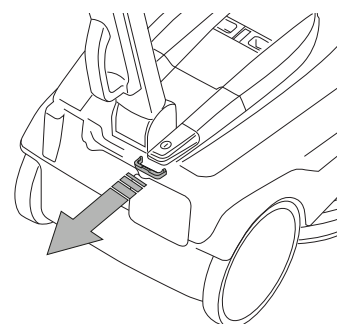

Fig.2C
- Retire el bloqueo mecánico del interruptor (Fig. 2C)